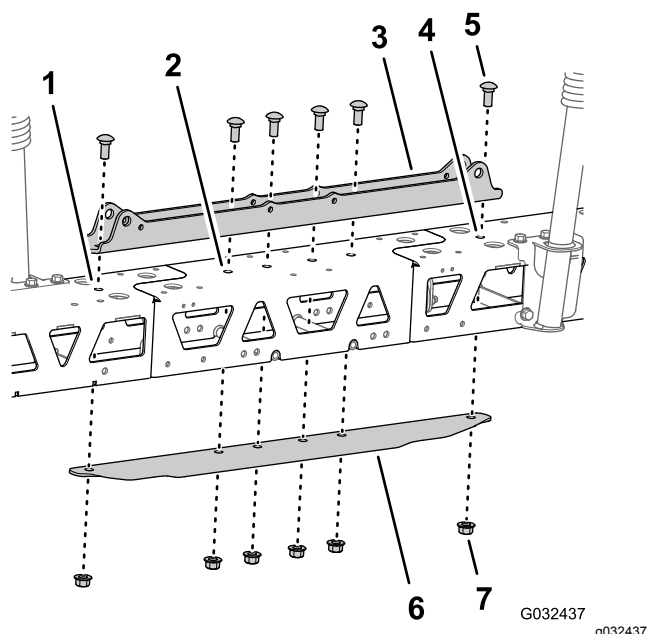

Рисунок 55
5. Совместите отверстия в креплении цилиндра с отверстиями на осевой линии ферменной рамы и удлинителе средней секции стрелы (Рисунок 55).
6. Вставьте соединительную пластину в ферменную раму и удлинитель средней секции стрелы и совместите отверстие в соединительной пластине с отверстиями на осевой линии ферменных рам и удлинителя стрелы (Рисунок 55).
7. Зафиксируйте крепление цилиндра, фермы, удлинитель средней секции стрелы и соединительную пластину при помощи двух каретных болтов ($\frac{1}{2} \times 1\frac{1}{4}$ дюйма) и двух фланцевых контргаек ($\frac{1}{2}$ дюйма), снятых при выполнении пункта 2 раздела Разделение ферм средней секции опрыскивателя \(страница 30\), и 4 каретных болтов ($\frac{1}{2} \times 1\frac{1}{4}$ дюйма) с 4 фланцевыми контргайками ($\frac{1}{2}$ дюйма) из доводочного комплекта системы опрыскивания GeoLink (Рисунок 55).